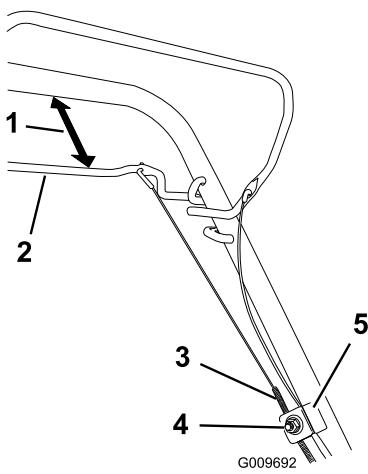

Рисунок 31
1. Ослабьте гайку держателя троса (Рисунок 31).
2. Установите между штангой управления самоходным приводом и рукояткой зазор величиной от 25 до 38 мм (от 1 до 1-1/2 дюйма) (Рисунок 31).
3. Потяните трос (по направлению к машине), пока он не ослабнет (Рисунок 31).